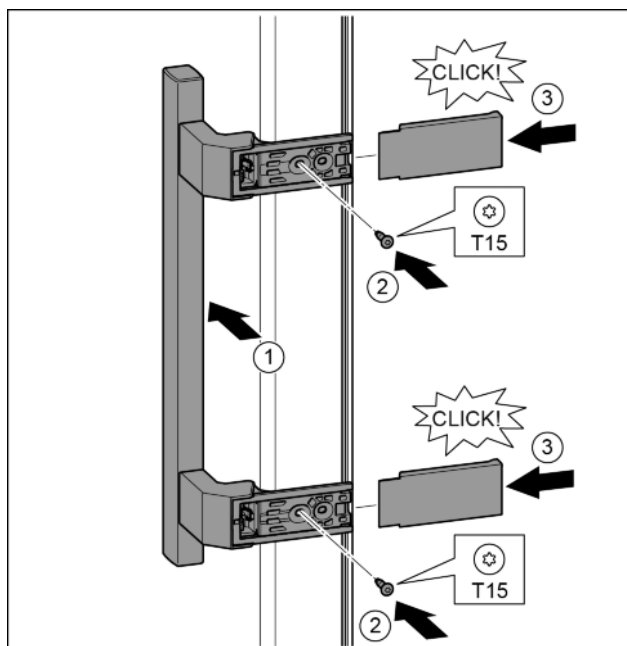

Fig. 37
- ▶ Założyć uchwyt po przeciwległej stronie. *Fig. 37 (1)*
- ▶ Śruby przykręcić przy pomocy śrubokręta T15. *Fig. 37 (2)*
- ▶ Osłony założyć z boku i wsunąć. *Fig. 37 (3)*